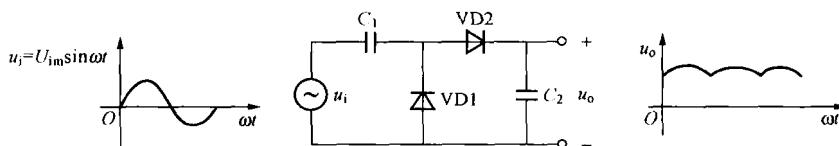

图 1-13 例 1-18 图
**【例 1-18】** 试分析图 1-13 整流电路的工作原理，并指出输出电压与输入电压的关系。